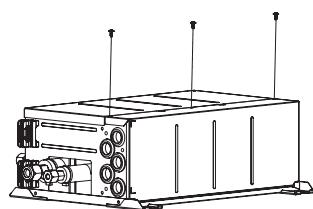

Fig. 4-5
4.1. Die Richtung der Leitung kann geändert werden. (Fig. 4-4). [Arbeitsverfahren] (Fig. 4-5)